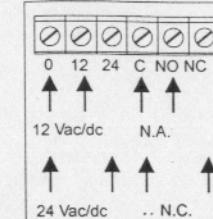
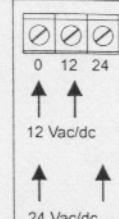

Fig. 9 / Bild. 9
Fig. 10 / Bild. 10
- 6-Wenn die elektrischen Verbindungen (Bild. 9 und 10)
### Den Ausgangs-Kontakt (Bild 9) verbinden:
- Eseguire i collegamenti elettrici ed alimentare ricevitore (Fig. 9) e trasmettitore (Fig. 10);
Collegare il contatto di uscita ai morsetti C ed NO per un contatto normalmente aperto oppure C ed NC per un contatto normalmente chiuso (Fig. 9).